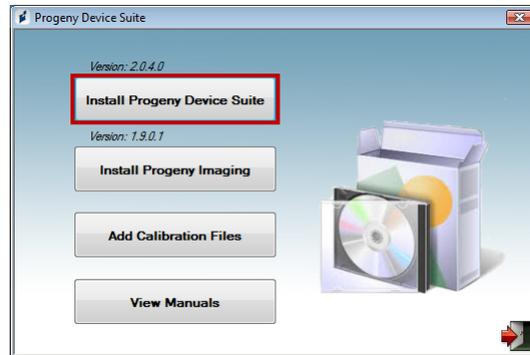

Figure 3 : Démarrez l'installation de la suite logicielle du système Progeny
- Démarrez le processus d'installation en cliquant sur la touche « Installer la suite logicielle du système Progeny » (Figure 3).